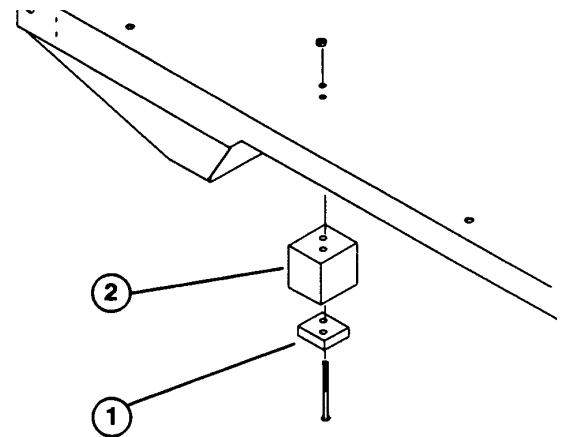

Fig. 7
6. Montér afstandsblokkene og de nye afstandsklodser på undersiden af ladet med de nye, lange maskinskrue og låsemøtrikker (Fig. 7).